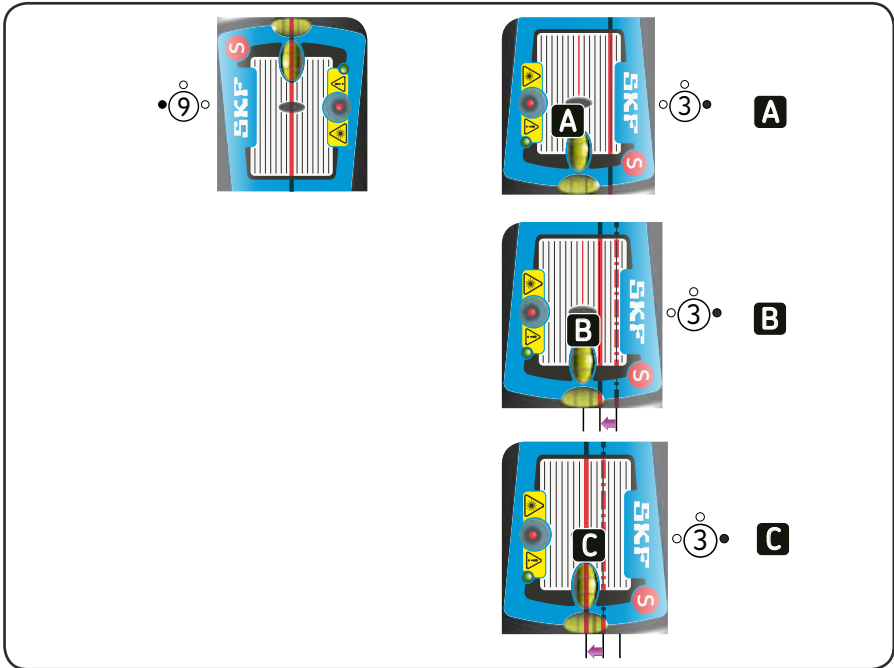

Fig. 11. Alignement grossier
d) Si l'alignement horizontal est très insuffisant, les rayons laser risquent de passer à côté des zones de détection. Si c'est le cas, il convient de procéder à un réglage grossier. Procéder en dirigeant les rayons laser sur les détecteurs de positionnement dans la position 9 heures. Mettre les appareils de mesure en position 3 heures si les rayons touchent l'extérieur de la zone de détection. Ajustez les rayons en position à mi-chemin entre le centre du détecteur et la position effective en vous servant du mécanisme présenté sur la fig. 11. Alignez la machine mobile jusqu'à ce que les rayons atteignent le centre du détecteur de positionnement.